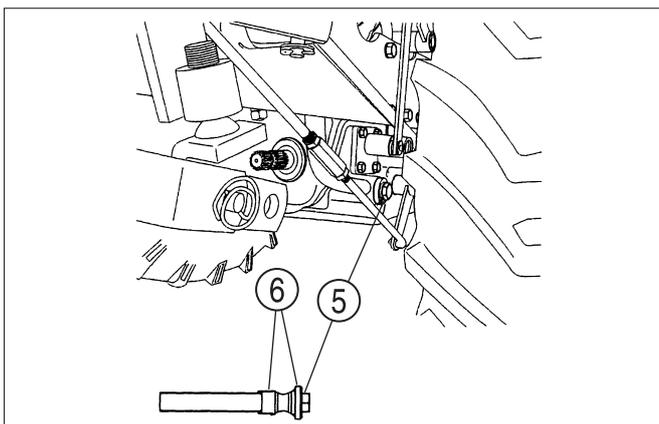

FIG. 63
**FIG. 63 :** Pour nettoyer le filtre d'aspiration de la transmission ⑤, vidangez l'huile et déposez la roue arrière gauche. Dévissez le filtre et nettoyez la crépine du filtre dans du solvant ou du kérosène, séchez-le soigneusement et remettez-le en place. Veillez à ne pas endommager les joints toriques ⑥. Appliquez du mastic d'étanchéité sur le filetage du bouchon de vidange et remettez-le en place. Faites le plein du système avec de l'huile propre au niveau indiqué.